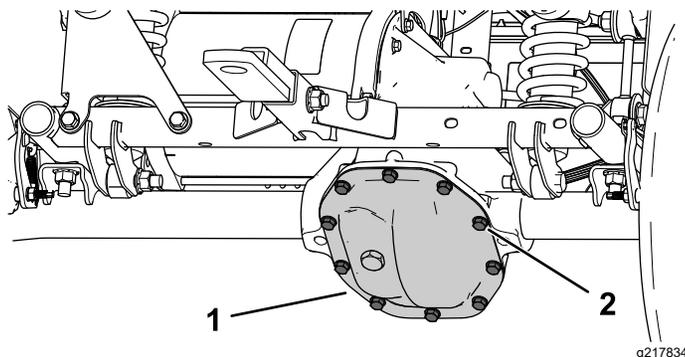

図 55
1. トランスアクスルカバーの下にオイルを受ける容器をおく 図 55。
2. トランスアクスルカバーについているボルトを外してオイルが完全に抜けるのを待つ 図 55。